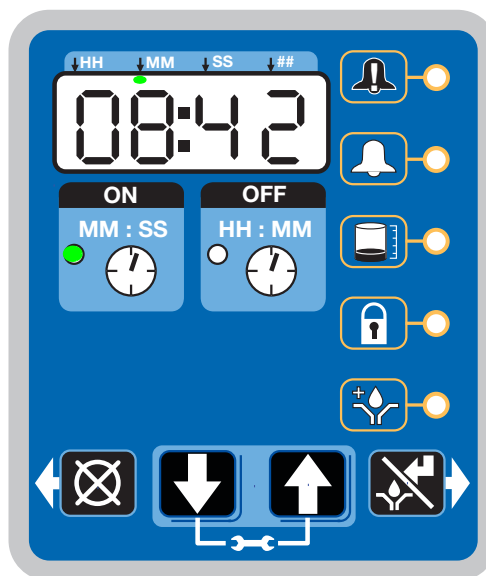

Рис. 22
- Когда счетчик времени простоя (ВЫКЛ) достигнет нуля, автоматический смазочный насос G3 включится и начнет выполнение запрограммированного рабочего (ВКЛ) цикла (Рис. 22).
- В примере, приведенном на Рис. 22, показано время работы (ВКЛ) – 8 минут и 42 секунды до завершения цикла смазки.